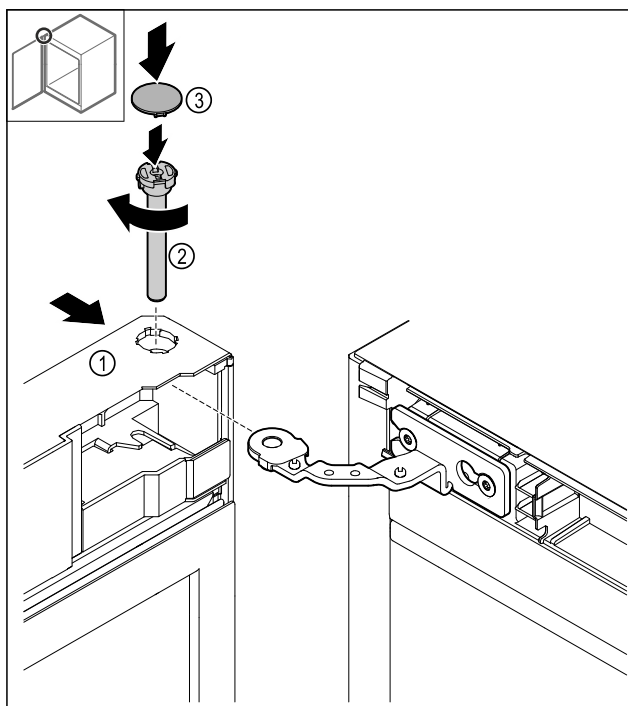

Fig. 43
- ▶ Potisnite vrata Fig. 43 (1) zgoraj na tečaj.
- ▶ Vstavite sornik Fig. 43 (2) in ga privijte v smeri urinega kazalca.
- ▶ Namestite pokrov Fig. 43 (4).